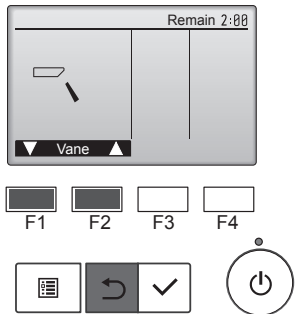

Fig. 7-4
- (2) Appuyez sur la touche [CHOIX] pour afficher l'écran de fonctionnement du volet puis appuyez sur les touches [F1] et [F2] pour contrôler le volet automatique. (Fig. 7-4)